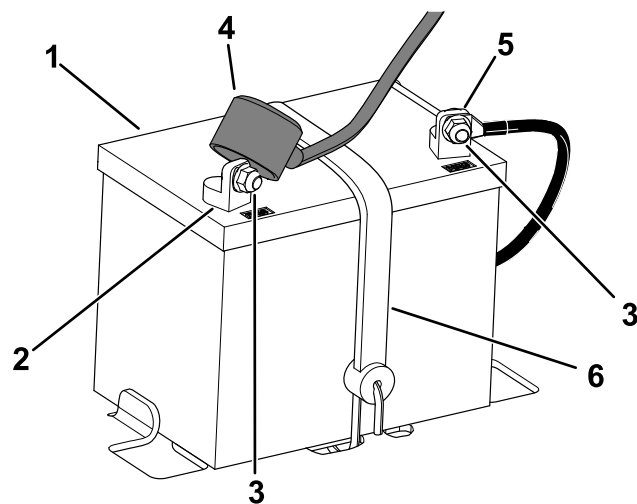

Figura 41
3. Desligue o cabo negativo (preto) do polo da bateria (Figura 41).
5. Desligue o cabo positivo (vermelho) do polo da bateria (Figura 41).
6. Retire o suporte da bateria (Figura 41) e levante a bateria para a retirar da plataforma.
1. Posicione a bateria no tabuleiro (Figura 41).
5. Prenda a bateria com a fixação (Figura 41).